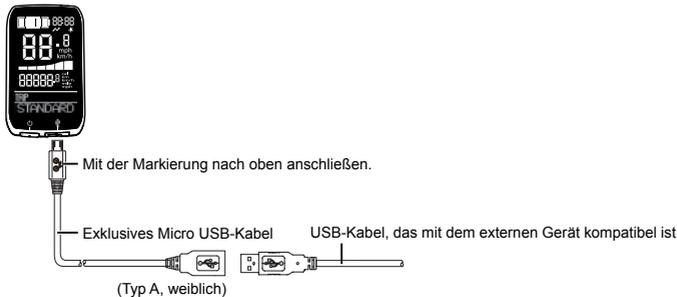

Abb. 2
- 2) Schließen Sie das exklusive USB-Kabel (optional, Micro USB-Seite: Typ B, USB-Seite: männlich) an den entsprechenden Micro USB-Anschluss an der Anzeigeeinheit des Bediengeräts LCD-Typ oder des Bediengeräts LED-Typ an. (Abb. 2)